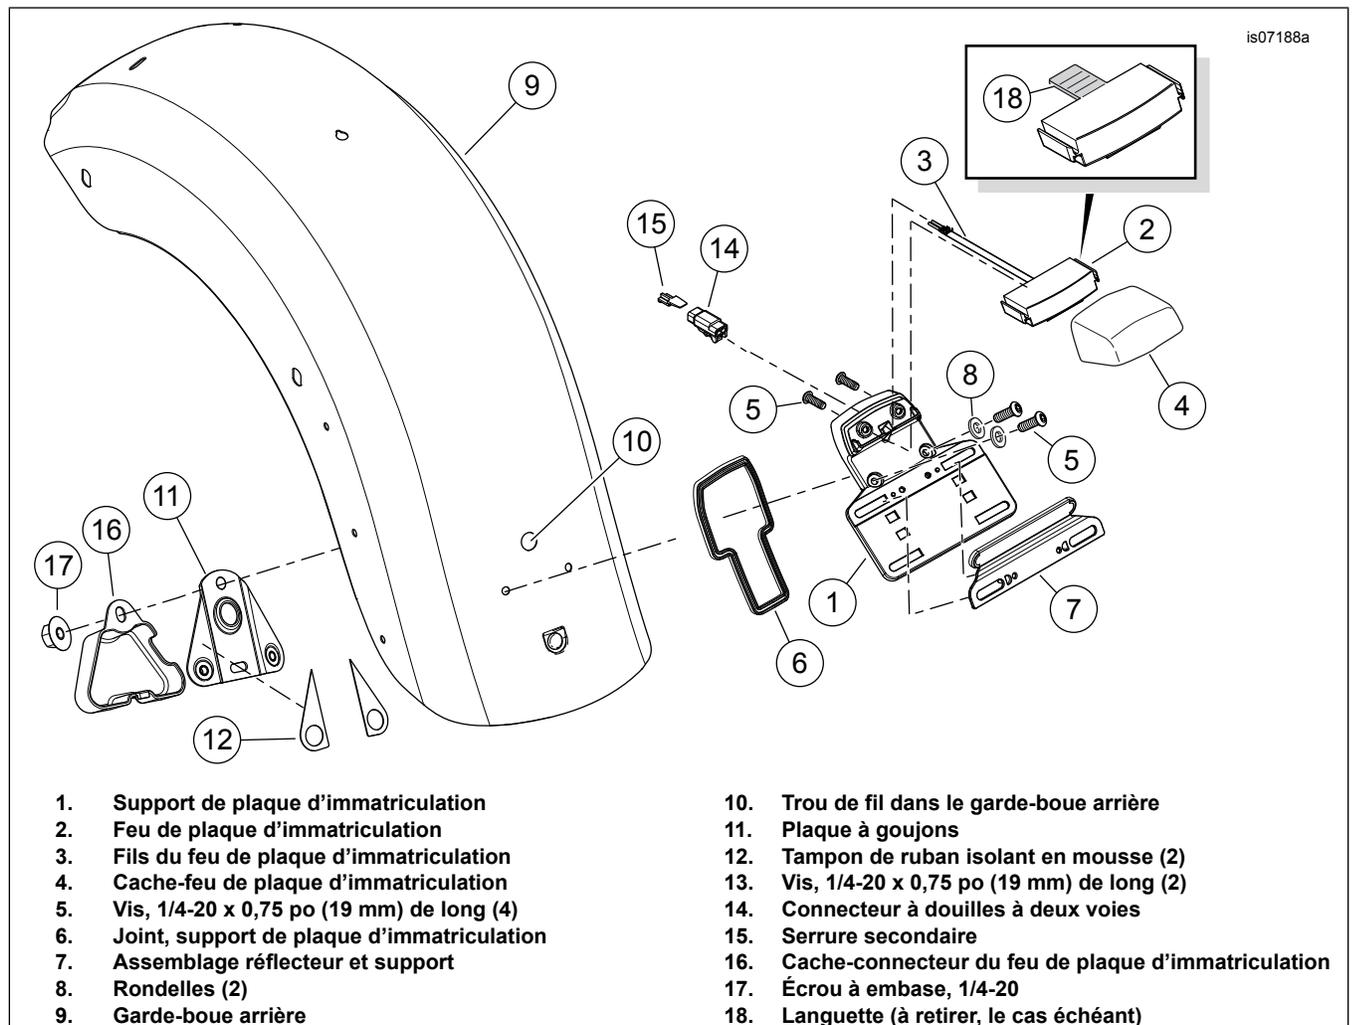

Figure 3. Installation du feu et du support de plaque d'immatriculation
Certains feux de plaque d'immatriculation ont une languette (consultez l'encadré Figure 3 , point 18) qui empêche l'installation. Enlevez la languette avant de continuer.
1. Voir la Figure 3. Assemblez le feu de plaque d'immatriculation (2) et le cache-feu (4) sur le support de plaque d'immatriculation (1).
2. Serrez les vis (5).